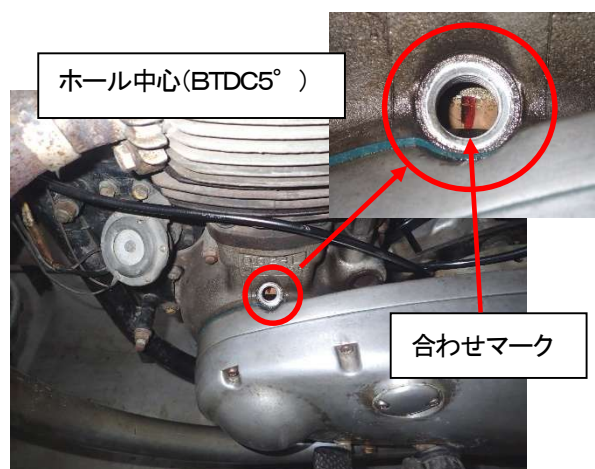

図2、点火時期合わせ位置
- ②クランク F マーク(赤)(右シリンダ点火点)をホール中心に合わせて下さい。(図2)